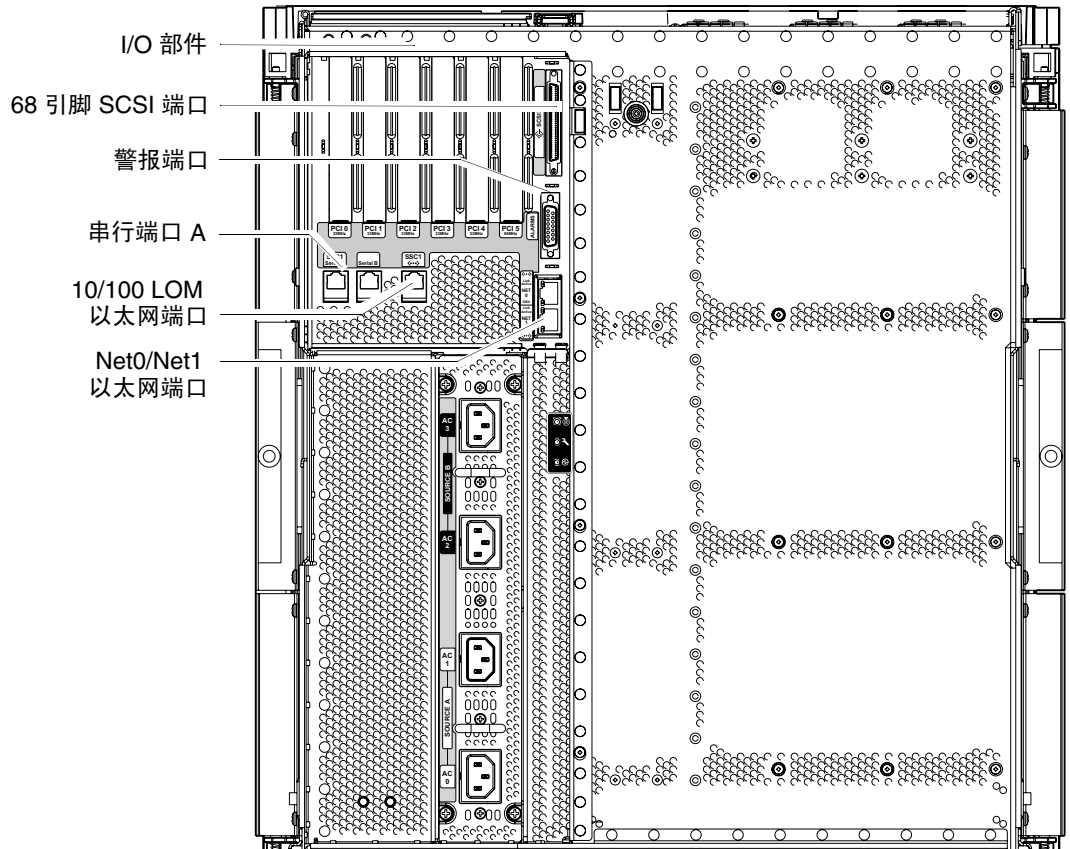

图 1-23 系统控制器和 I/O 部件位置
1. 将 I/O 以太网电缆的一端连接到 Net0/Net1 以太网端口（图 1-23）。